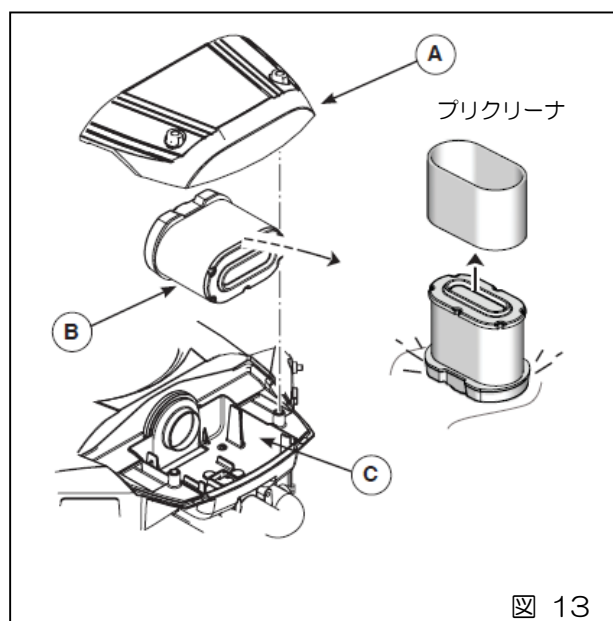

図 13
1. スクリュを緩めて、エアクリーナカバー(図13のA)を外します。
ワイヤーブラシと丈夫なナイフできれいにしてください。研磨材を使わないでください。図13参照